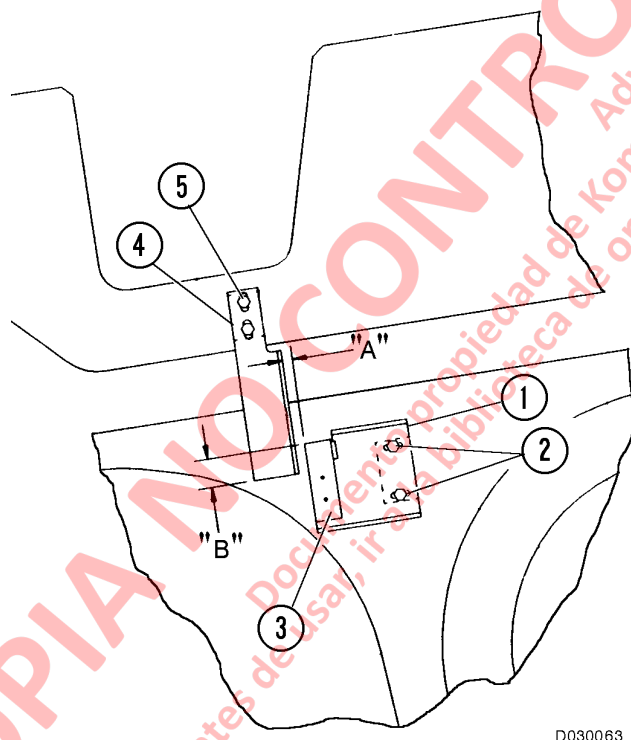

FIGURA 3-8. INTERRUPTOR DE LEVANTE DE LA TOLVA
El interruptor de levante de la tolva (3, Figura 3-8) está ubicado dentro del riel derecho del bastidor, cerca de la parte delantera de la tolva. Este se debe ajustar a las especificaciones para asegurar que se obtenga la señal eléctrica adecuada cuando se levante o baje la tolva. El interruptor de levante de la tolva está diseñado para evitar la propulsión en RETROCESO cuando la tolva no está apoyada en los rieles del bastidor. También evita la propulsión en avance con la tolva levantada, a menos que se mantenga presionado el botón de anulación.
1. Afloje los tornillos (2, Figura 3-8) y ajuste el soporte del interruptor de proximidad (3) para obtener un espacio (dimensión «A») de 12,7 a 15,9 mm (0,50 a 0,62 in) entre el área de detección (área sombreada que se ve marcada en el interruptor) y el brazo actuador. Apriete los tornillos después del ajuste.
2. De ser necesario, afloje el brazo actuador y los tornillos de montaje (5) y mueva el brazo hasta que esté centrado sobre el área de detección del interruptor. La dimensión de ajuste vertical («B») debe ser 1,63 in (41,5 mm). Apriete los tornillos.